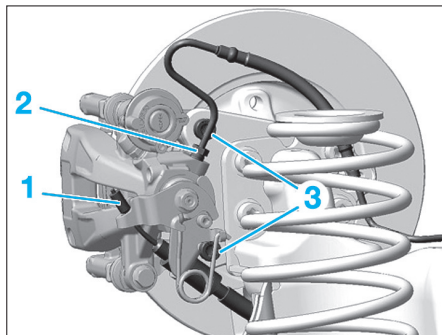

Fig. 9
- Désaccoupler le câble (1) (Fig.9).